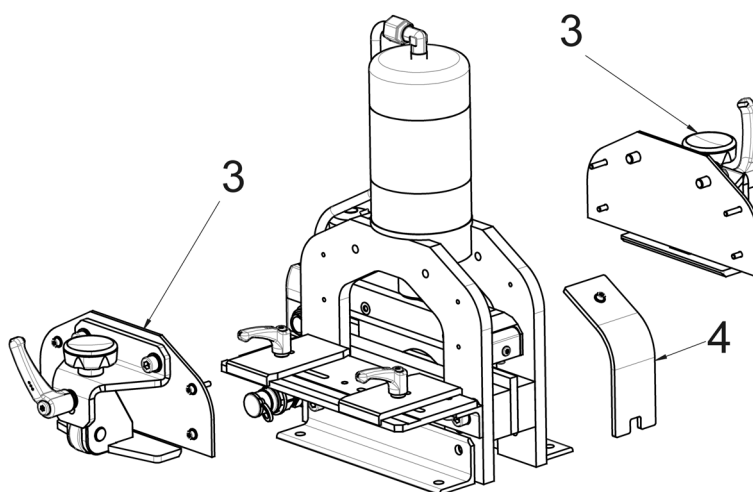

Fig. 11: Smontaggio dei prelamiera
- Rimuovere i due prelamiera (fig. 11, 3) e l'oblò d'ispezione laterale (fig. 11, 4).
- Infine, avvitare i premilamiera (fig. 11, 3) e la finestrella d'ispezione (fig. 11, 4) e ricollegare il tubo idraulico.